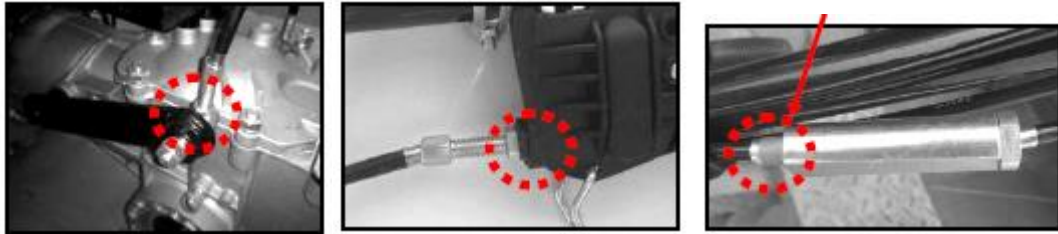

FIGURE 3 FIGURE 4 FIGURE 5 (Distance réglable: 1,5 ~ 3 mm)
- ① L'écrou de blocage du câble sur le bras d'embrayage doit être serré. (Voir figure 3)
- ⑦ Maintenez le guidon d'embrayage enfoncé et voyez si la tête de sortie de la PDF tourne ou non.
- ⑧ Si la tête de sortie de la PDF ne peut pas tourner, ajustez l'écrou de blocage du câble (voir les figures 3 et 4) pour le serrer progressivement jusqu'à ce qu'il commence à tourner et se stabilise à 990 tr / min, puis serrez l'écrou avec trois autres ou cinq tours supplémentaires
- ⑨ Après le réglage, lorsque la tête de sortie de la PDF peut tourner normalement, maintenez-la fermement, puis relâchez le guidon d'embrayage environ 10 fois, et voyez si le manchon de compensation sur le câble d'embrayage peut être comprimé normalement. (Distance de compression normale: 1,5 ~ 3 mm)